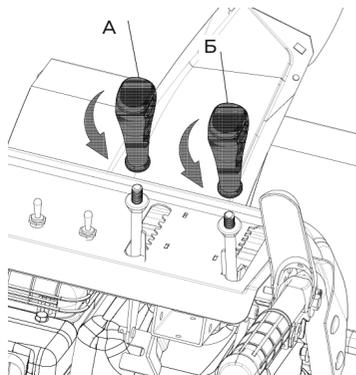

Рис. 12
**Установка рукояток (рис. 12):**